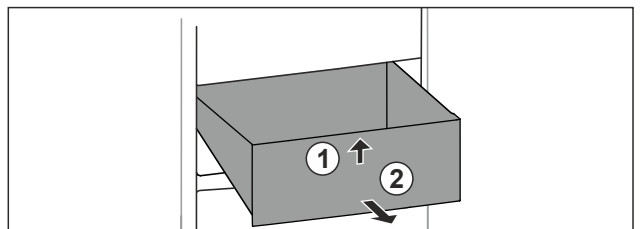

Fig. 136
- ▶ Приподнимите выдвижной ящик спереди. Fig. 136 (1)
- ▶ Извлеките выдвижной ящик движением вперед. Fig. 136 (2)